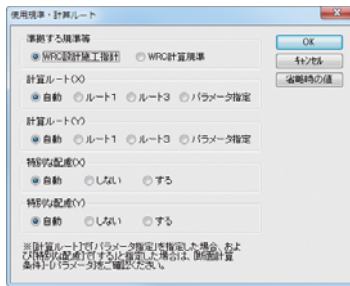

図6 使用規準・計算ルート入力画面
- ・1つのプログラムで許容応力度等計算と保有水平耐力計算を行うことができ、計算ルートの自動判別が可能ですので、保有水平耐力計算が不要の場合は自動的にルート1で計算を終了させることができます。このほかに「壁式構造関係設計規準・同解説」による特別な配慮を要する設計における計算を行うこともできます(図6)。